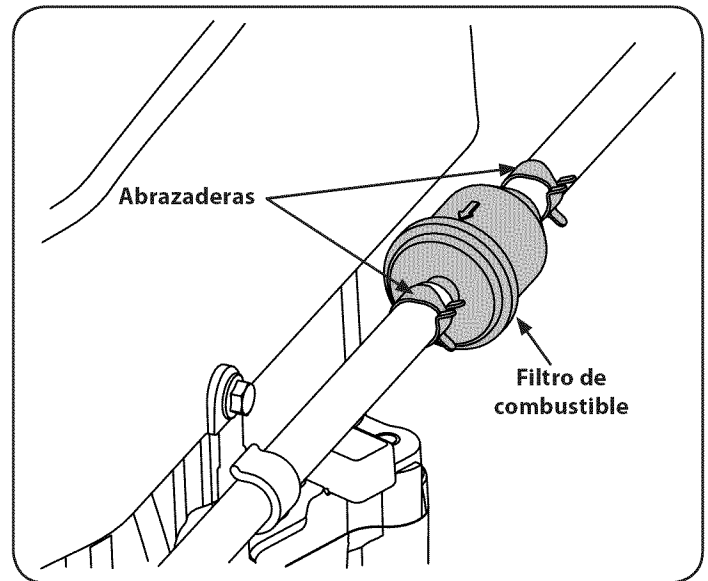

Figura 27
1. Ubique el filtro de combustible, el cual está instalado del lado derecho del motor, entre el depósito de combustible y el motor. Vea la Figura 27.
2. Use tenazas para apretar las lengüetas de las abrazaderas, luego deslice las abrazaderas alejándolas del filtro de combustible. Tuerza y separe las líneas de combustible del filtro. Consulte la Figura 27.